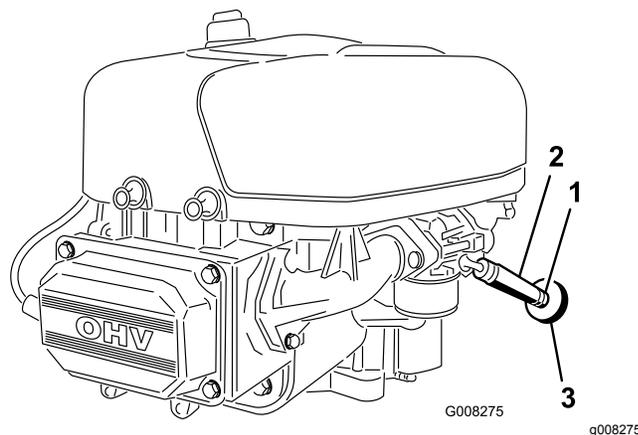

Figure 29
7. Desserrez le collier de serrage au niveau du filtre à carburant et éloignez-le du filtre en le poussant le long de la conduite d'alimentation (Figure 29).
8. Débranchez la conduite d'alimentation du filtre à carburant (Figure 29).
11. Rapprochez le collier de serrage du filtre pour fixer la conduite d'alimentation (Figure 29).
Le meilleur moment pour remplacer le filtre à carburant (Figure 29) est lorsque le réservoir à carburant est vide. Ne réinstallez jamais un filtre à carburant encrassé après l'avoir déposé de la conduite d'alimentation.